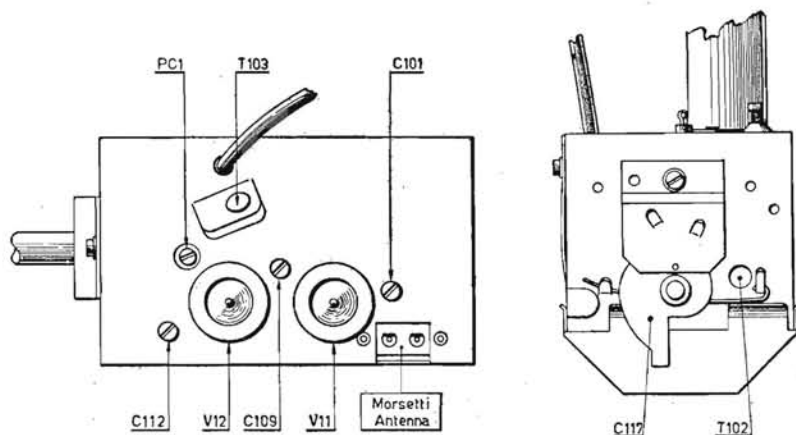

Fig. 10.6.
- C - Collegare il wobbolatore direttamente ai morsetti d'antenna fig. 10.6. Il cavo di uscita del wobbolatore deve terminare con una impedenza di 300 ohm bilanciati verso massa. Qualora il cavo d'uscita non termina con l'impedenza richiesta occorre adattarlo con resistenze antinduttive (ad impasto) come mostrato in fig. 10.5. La resistenza  $R_0$  di fig. 10.5 non va inserita se il cavo d'uscita del wobbolatore è chiuso su una resistenza uguale all'impedenza caratteristica. Lo spazzolamento va regolato a 15 Mc/s.
- D - Mettere il condensatore di sintonia C117 nella posizione di fig. 10.6.
- E - Collegare il wobbulatore adattato a 300 ohm, ai morsetti d'antenna fig. 10.6.
G - Far corrispondere il segnale di riferimento della portante audio di ciascun canale nella posizione indicata P.S. della fig. 10.8 mediante l'accordo del nucleo del trasformatore T102 (fig. 10.6).
- C - Collegare il wobbolatore direttamente ai morsetti d'antenna fig. 10.6. Il cavo di uscita del wobbolatore deve terminare con una impedenza di 300 ohm bilanciata verso massa.
- E - Collegare il wobbolatore adattato a 300 ohm nei morsetti di antenna fig. 10.6.
- G - Far corrispondere il segnale di riferimento della portante audio di ciascun canale nella posizione indicata P.S. della fig. 10.8 mediante l'accordo del nucleo del trasformatore T102 (fig. 10.6).